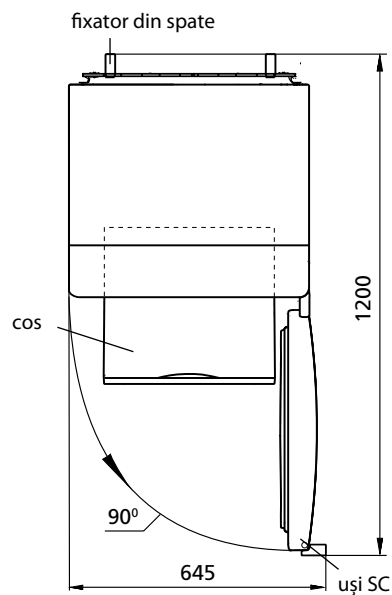

Figura 2 – Frigider (vedere de sus)
**1.4** patiul total, necesar pentru exploatarea frigiderului este determinat de dimensiunile indicate in figura 2 in milimetri. Pentru extragerea libera a componentelor din frigider trebuie a deschide ușile camerei la un unghi de cel puțin 90°.